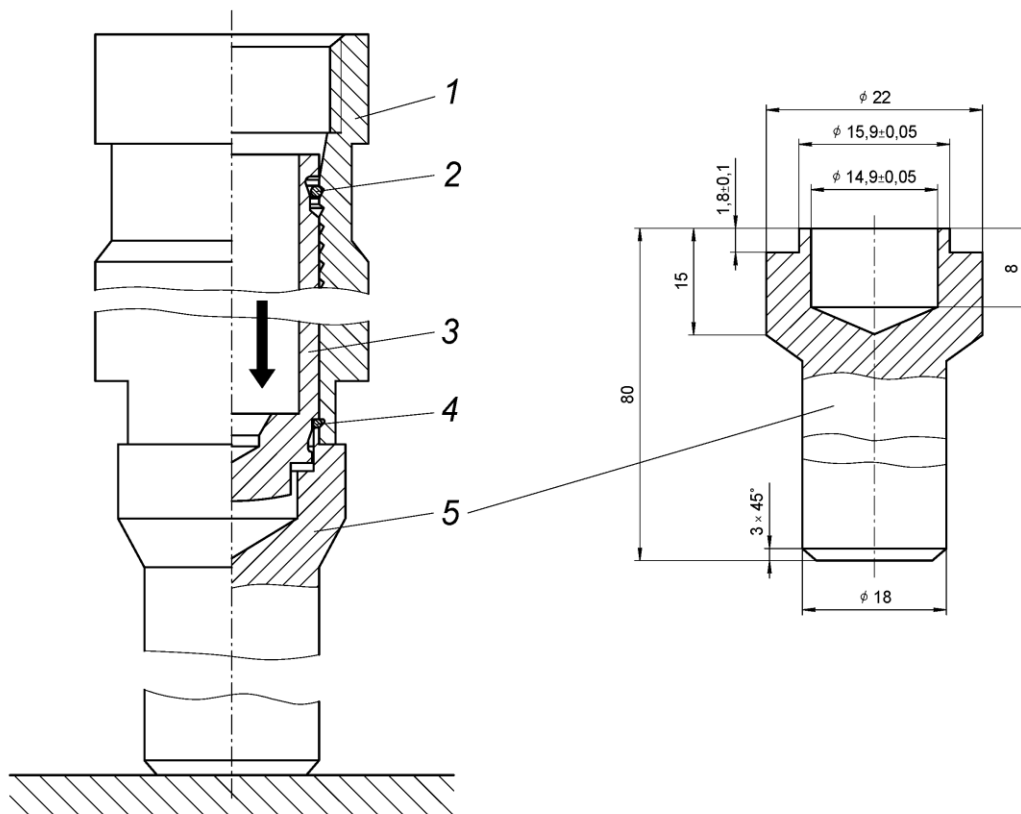

Рис.58. Сборка гидронатяжителя с помощью оправки:
- на закрепленную вертикально оправку 5 (рис.58) установить корпус гидронатяжителя 1;